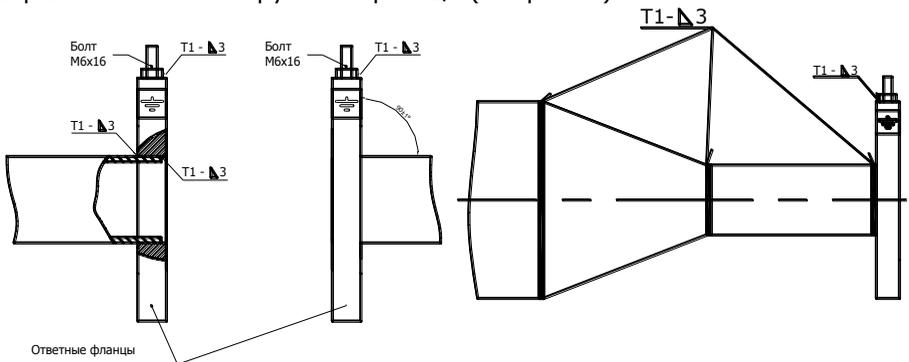

Рис.5
4.3.5 К прямолинейным участкам трубопровода приварить фланцы в соответствии с ГОСТ 12820-80, при этом угол между осью трубопровода и плоскостью фланца должен быть  $90 \pm 1^\circ$ . Фланцы следует приваривать таким образом, чтобы после установки ППР теплосчетчика ось электродов ППР лежала в горизонтальной плоскости (допустимое отклонение от линии горизонта  $\pm 10^\circ$ ). При монтаже ответных фланцев необходимо приварить болт заземления к верхней части монтируемого фланца (см. рис. 5).
**ВНИМАНИЕ!!!** На датчики расхода, монтаж которых выполнен с нарушением требований ГОСТ 12820-80 (соединение труба-фланец), гарантийные обязательства не распространяются (см. Рис. 5а).
Рис.5а